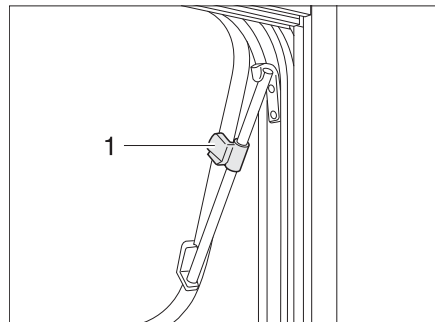

Bild 68 Ausstellfenster mit Dreh-Ausstellern, geöffnet
- Ausstellfenster bis zur gewünschten Stellung öffnen und mit Rändelknopf (Bild 68,1) feststellen.
- Rändelknopf (Bild 68,1) drehen, bis Arretierung freigegeben wird.